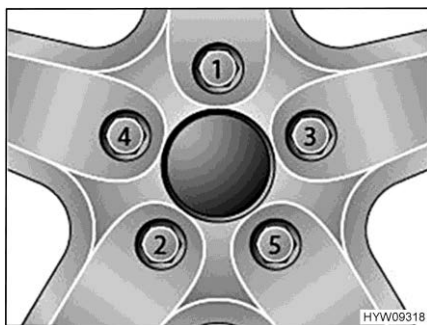

Fig. 228 Serrer en croix les écrous ou les boulons de roue
- Serrer les écrous ou les boulons de roue dans l'ordre indiqué à la Fig. 228. Utiliser pour ce faire une clé dynamométrique et respecter le couple de serrage prescrit (voir paragraphe 13.5.2).
- Vérifier régulièrement le serrage des écrous ou des boulons de roues. Resserrer tous les écrous ou les boulons de roue 50 km après le changement d'une roue. Respecter l'ordre indiqué à la Fig. 228.
- Si des jantes neuves ou repeintes sont utilisées, alors resserrer les écrous ou les boulons de roue une fois de plus après env. 1 000 à 5000 km. Respecter l'ordre indiqué à la Fig. 228.
- ▷ Serrer en croix les écrous ou les boulons de roue (Fig. 228).